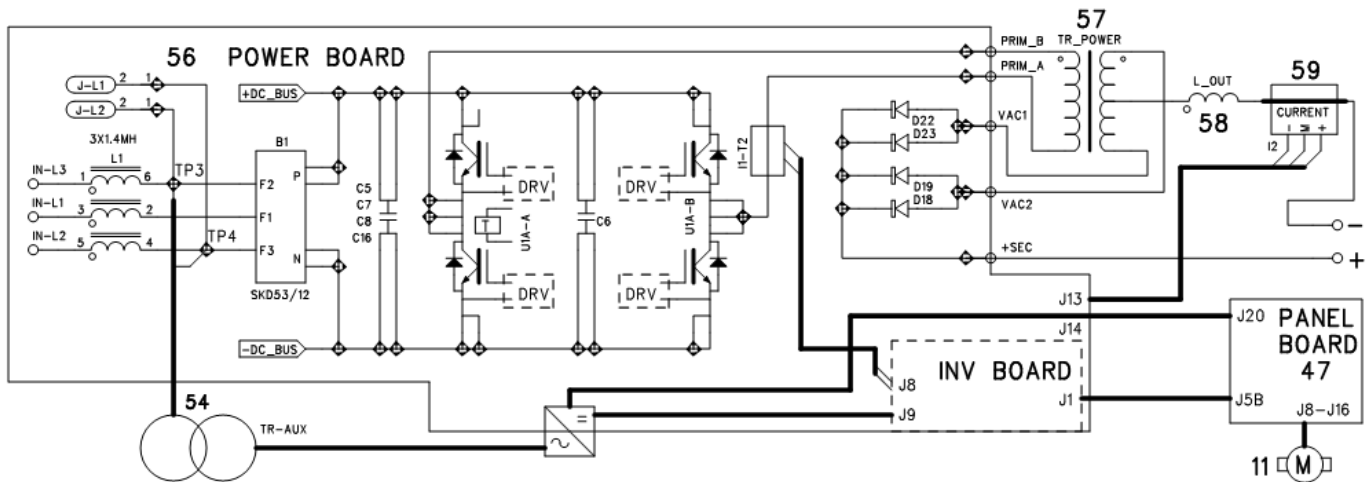

Fig. 2.3.1 (art. 386/388)
Más exactamente en la tarjeta potencia(57) se pueden identificar (Fig. 2.3.1):
- el inverter de igbt, que genera la tensión alterna de onda cuadrada para el transformador de potencia TR_POWER (57);
- el TA, T2, para medir la corriente del primario del transformador de potencia (57);
- el puente rectificador de la corriente secundaria del transformador de potencia (57).
- vea la Fig. 2.3.1 y el Mapa de conectores, par. 5.6:
- 30 Vac, para el suministro de energía a los circuitos de control del panel del motor (47);
- 220 Vac, proveída de una toma intermedia del primario del transformador de servicios (54), para la alimentación del grupo de enfriamiento a través de la toma (15) en el panel posterior del generador.
- ◆ Verificar que los terminales 4 - 1 de J1 en la tarjeta potencia (56) no sean en cortocircuitos. Si el caso buscar la fuente del cortocircuito entre los componentes conectados al DC_BUS (ver Fig. 2.3.1).